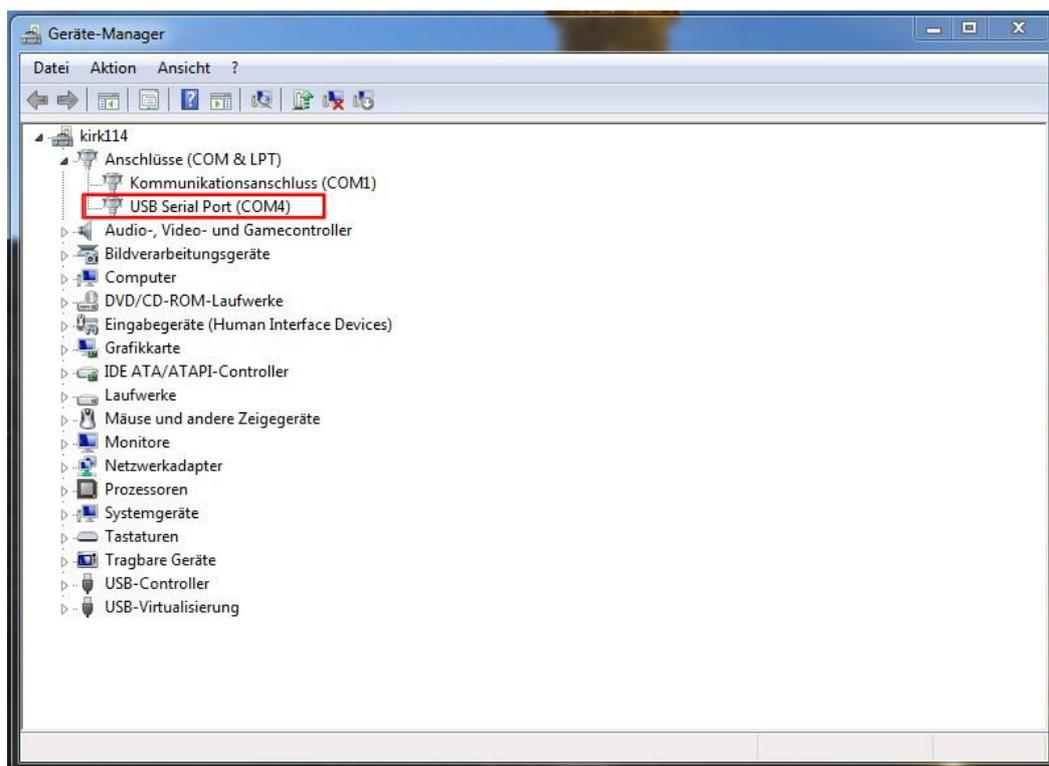
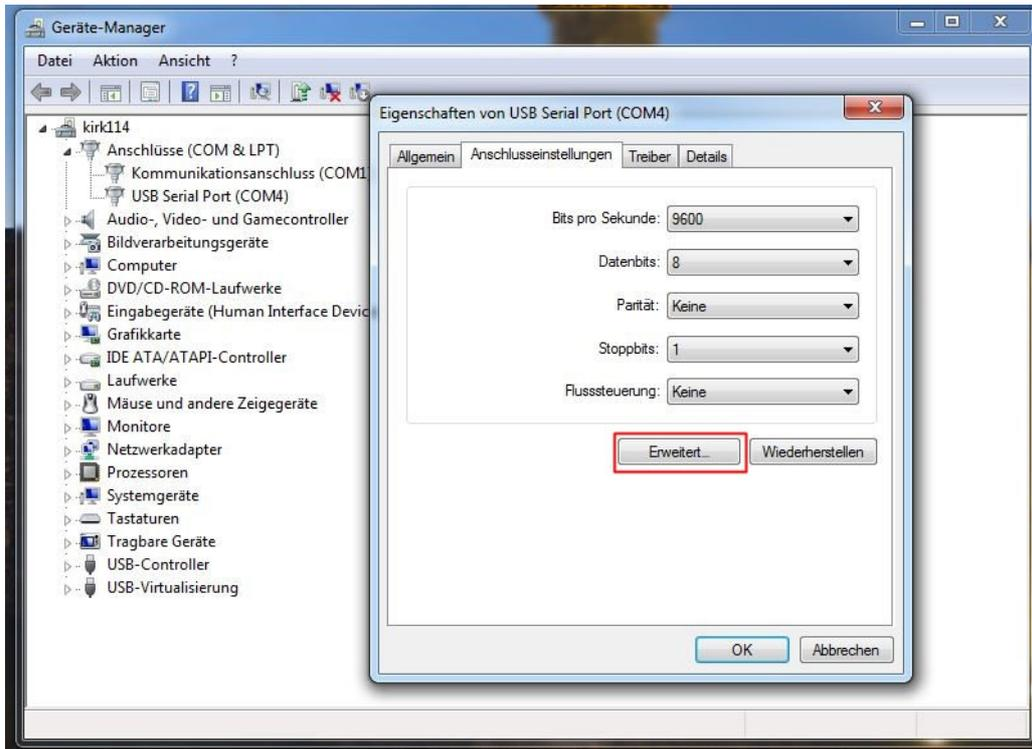
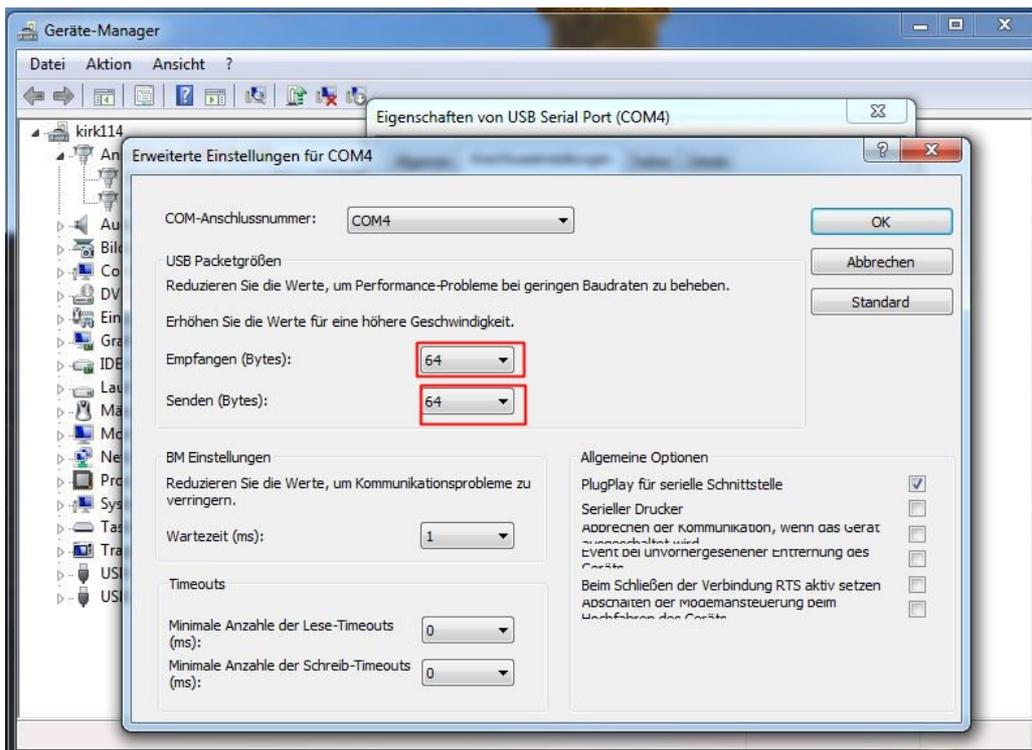

Abbildung 2.9. Gerätemanger
Abbildung 2.10 Eigenschaften von USB Serial Port
Abbildung 2.11 Erweiterte Einstellungen USB Serial Port
3. Falls kein serieller Anschluss auf der Rechnerseite existiert, kann auch ein serieller Anschluss Adapter verwendet werden. Dabei muss beachtet werden, dass der Empfangen/Senden Puffer bei den Einstellungen auf niedrigste Byte gesetzt werden muss. Zuerst wird der Goliath 90 Frequenzumrichter an den Rechner angeschlossen. Es erscheint ein neuer Port. Die Einstellung für den Empfangen/Senden Puffer befindet sich unter Systemsteuerung >Gerätanager > Anschlüsse(COM &LPT) (Abbildung 2.9) . In den Anschlüssen muss der neu hinzugefügter Port ausgewählt werden. Mit einen Rechtsklick geht man in die Einstellungen rein. Dann wird unter **Reiter Anschlusseinstellungen** in das Menu **Erweitert...**(Abbildung 2.10) geklickt. Dort erkennt man die Einstellung Empfangen/Senden Puffer. Diese muss auf niedrigste Byte eingestellt werden. (Abbildung 2.11)